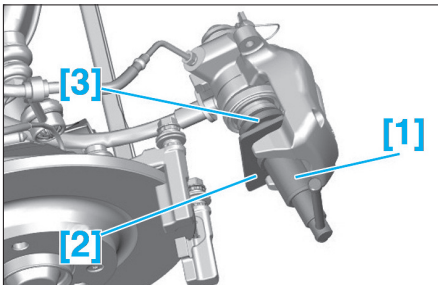

Fig. 22
- Repousser complètement le piston de l'étrier (sens horaire) à l'aide des outils [1], [2] et [3] (Fig.22).
- Repousser complètement le piston de l'étrier (sens horaire) à l'aide des outils [1], [2] et [3] (Fig.22)